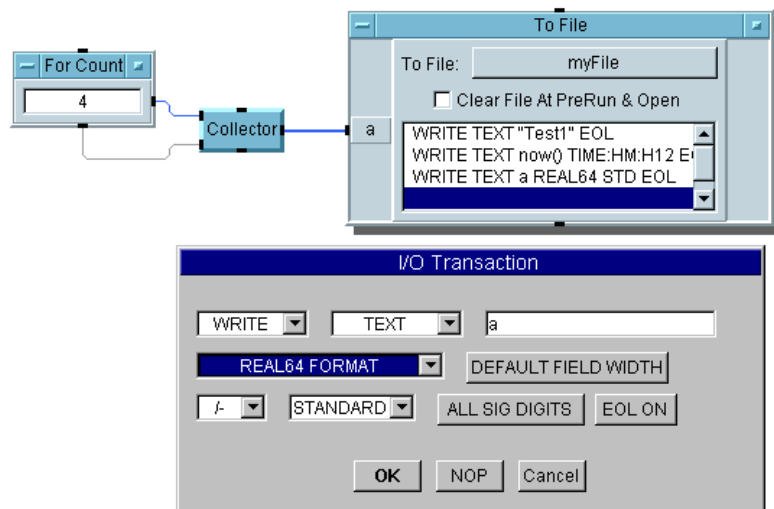

図 5-6. To File オブジェクトを使ったデータの保管
5. Collector からの出力を To File の入力 a に接続します。プログラムは図 5-6 のように表示されます。設定した [I/O Transaction] ボックスも表示されます。